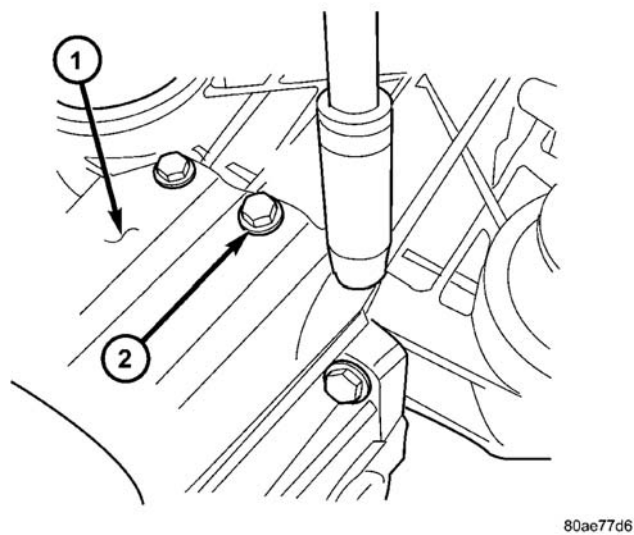

图 47 扭杆紧固件
- (1) 用升降机升高车辆。
- (2) 卸下后传动系统模块总成。(参见 3—差速器与传动系 / 后传动系统模块—拆卸)
- (3) 卸下扭杆至差速器总成的 6 个螺栓(图 47)。
- (1) 安装扭杆至差速器总成的 6 个螺栓(图 47)，将其拧紧至 60 N.m (44 ft.lbs.) 的扭矩。
- (2) 安装后传动系统模块总成。(参见 3—差速器与传动系 / 后传动系统模块—安装)
- (3) 降下车辆。